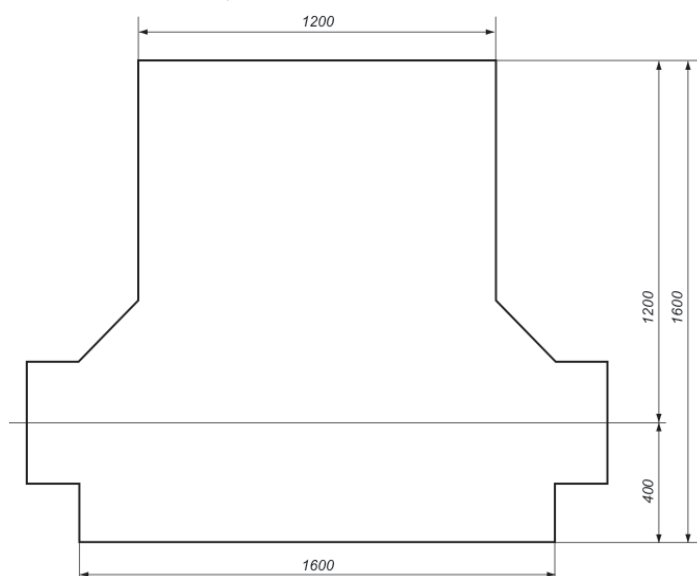

Рис. 3. Размеры котлована для укладки муфт и технологических запасов кабелей
4.5 Размеры котлована для разветвительной тупиковой муфты МСБВБЭп-РТ-Пу-7 приведены на рис. 3.